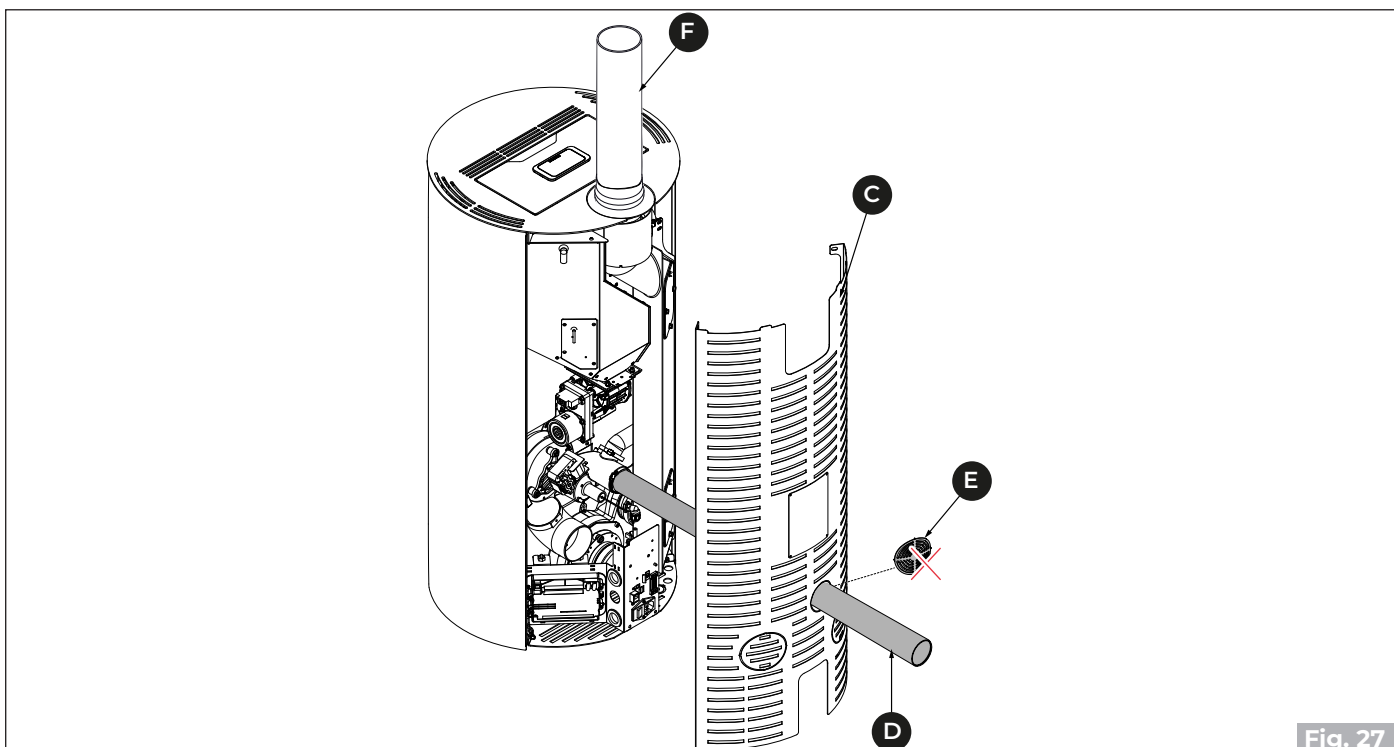

Fig. 27
- Conectar el tubo de salida humos **(F)** ("Fig. 27").